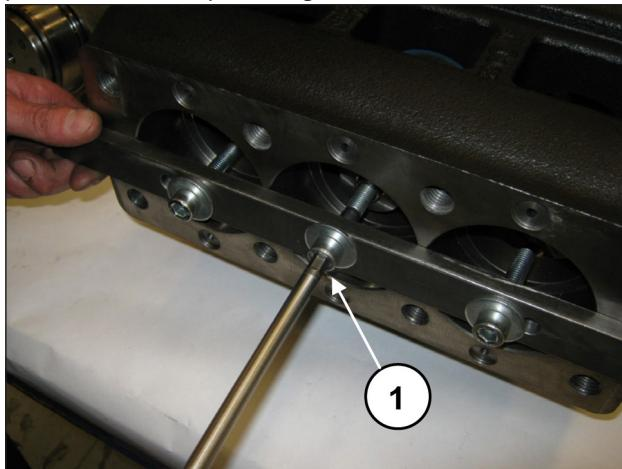

Fig. 32
Desenroscar los tornillos de la herramienta cód. 27566200 para desbloquear las bielas (pos. ①, Fig. 32) y, a continuación, extraer los grupos biela-guía del pistón por la abertura posterior del cárter (pos. ①, Fig. 33).
Bloquear los tres grupos con la herramienta cód. 27566200 (pos. ①, Fig. 32).
Desmontar la herramienta que bloquea las bielas cód. 27566200 (pos. ①, Fig. 32).